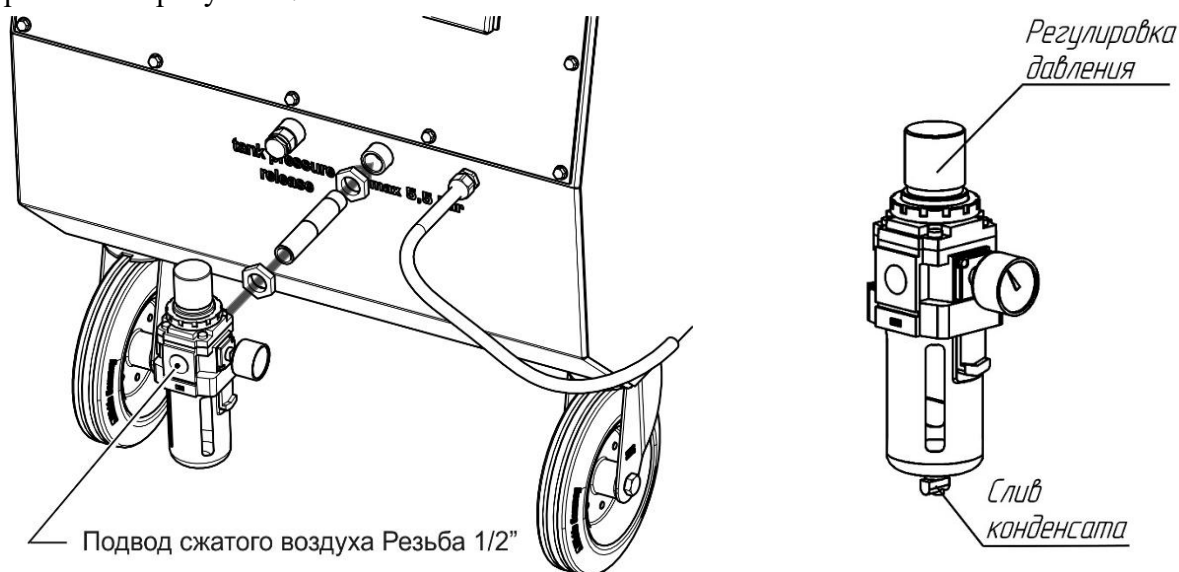

Рисунок 4
- 2) выпустить конденсат, нажав на штуцер, расположенный в низу ВМО (рисунок 4);